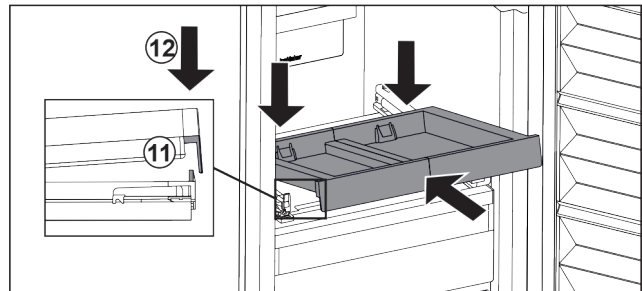

Fig. 122
- ▶ Schräg einschieben. Darauf achten, dass auf beiden Seiten der Anschlag hinter der Lasche ist. Fig. 122 (11)
- ▶ Auszugsbord vorne absetzen. Fig. 122 (12)